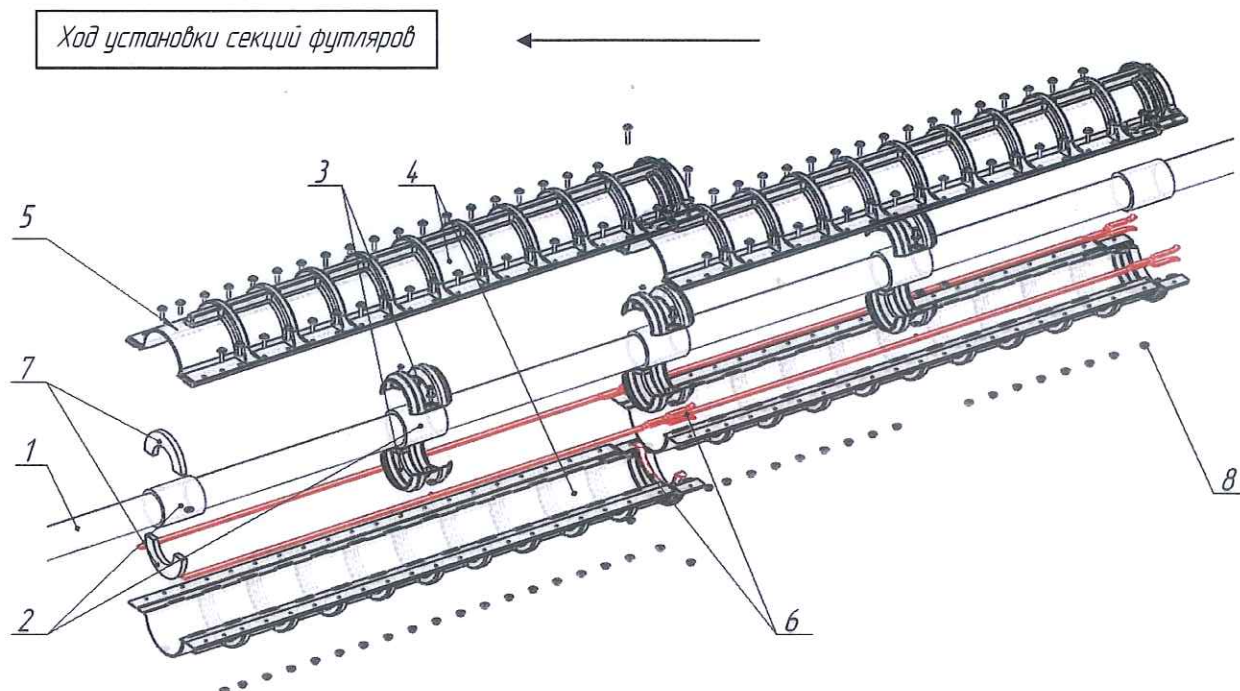
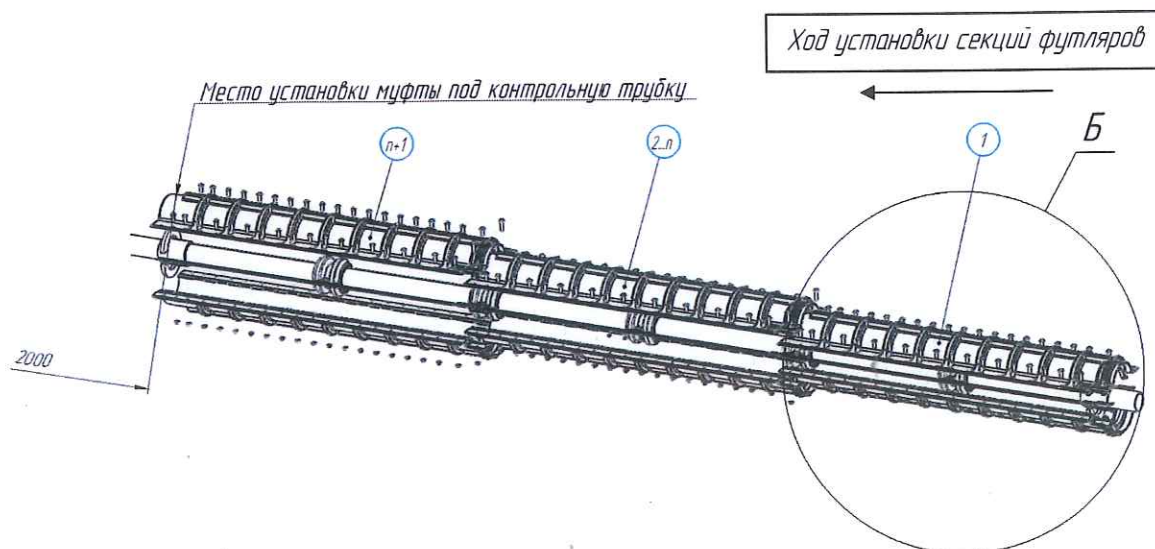

Рисунок 2 - Элементы сборки защитных LFI футляров
Рисунок 9 - Последовательность сборки секций футляров
3.3.8 Сборку секций футляров производить с противоположного конца от футляра с местом под муфту для контрольной трубки (рисунок 2, поз.5).
Последней является секция футляра с местом установки муфты под контрольную трубку (поз. 5 рисунок 2). Обратите внимание, что муфта под контрольную трубку должна быть вынесена на 2 м за пределы инженерного сооружения (рисунок 9).